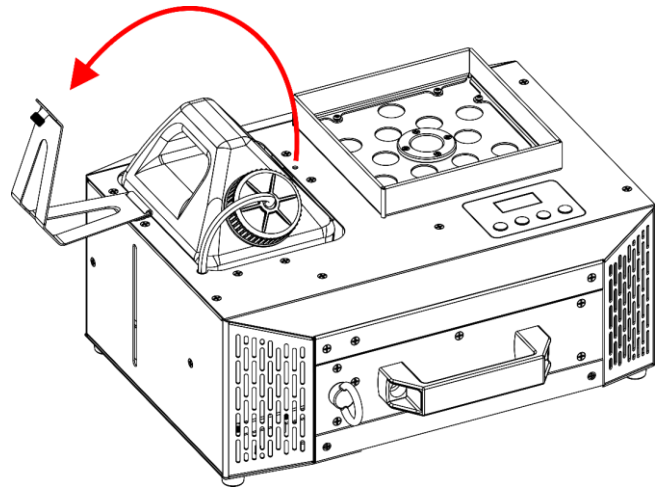

Fig. 39
- 03) Kantel de **beugel voor vloeistoftank (03)**, zoals getoond in Fig. 39.